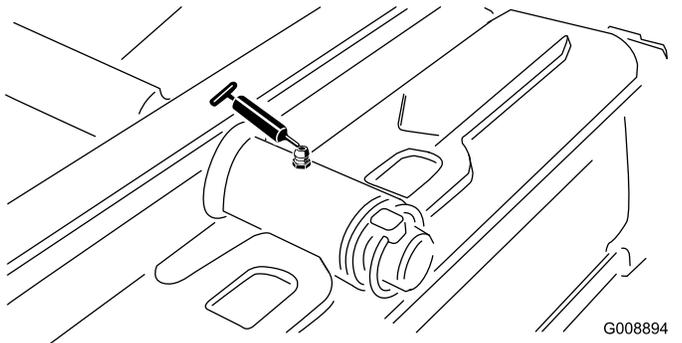

Bild 45
- Drehbüchsen am Heckmähwerk (Bild 45)